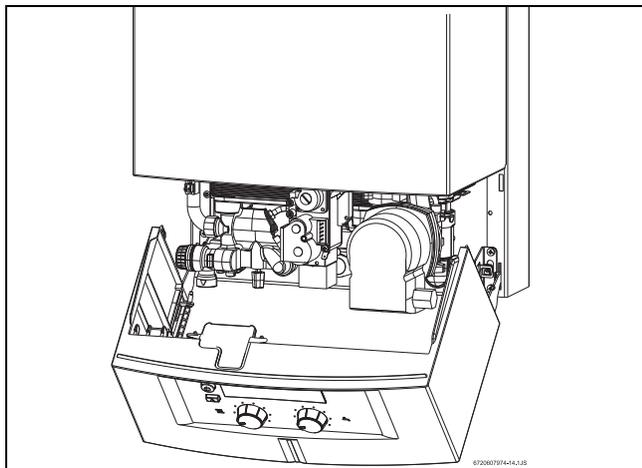

Рис. 27 Сервисная позиция для регулирования газа
- ▶ Перевести панель управления в сервисную позицию (см. рис. 27).